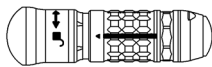

Figure 1
le MA-D20-G1 et les manchons à paliers d'accessoires à accès minimum. Si l'accessoire est muni d'un manchon de déverrouillage (Figure 1), déplacer le manchon et brosser la surface exposée.
- Manipuler toutes les pièces mobiles comme les manchons de déverrouillage (Figure 1).